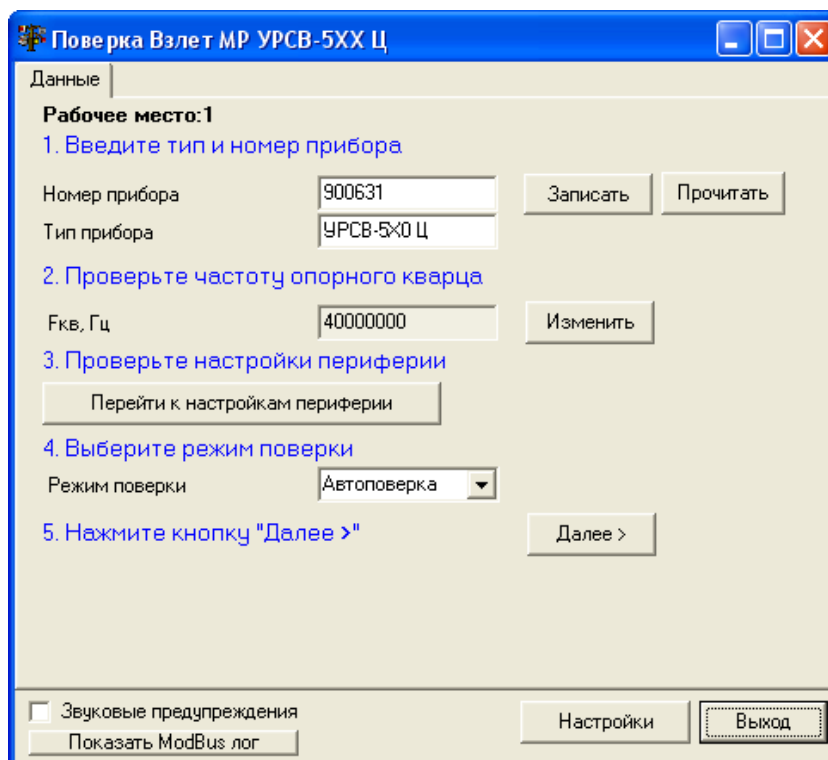

Рис. 25. Окно программы «Данные».
2.6.4. Нажмите кнопку **Далее**. Окно программы примет вид, показанный на рис.25.
Нажмите кнопку **Прочитать настройки**. После успешного завершения чтения нажмите кнопку **Ок**. Допускается ручная установка настроек. Для этого необходимо отметить параметры в окне **Тип дополнительного слота 1** и **Тип дополнительного слота 2**. Далее нажать кнопки **Записать** и кнопку **Ок**. На мониторе появится вкладка (рис.25) и нажмите кнопку **Далее**.